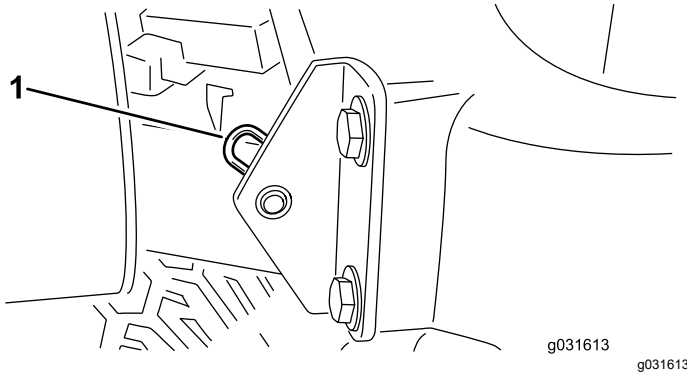

Figura 41
2. Togliete la coppiglia che fissa il perno del cofano alle staffe di montaggio (**Figura 41**).